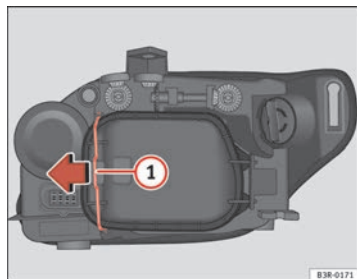

Fig. 210 Luz de cruce
Aunque no es necesario, extraer previamente la tapa rígida ⇒ página 286, fig. 210, facilita el cambio de la lámpara de dirección. ■
- Desplace el tirante ⇒ fig. 210 ① en el sentido de la flecha y saque la tapa rígida separando primero el lado del tirante y sacando después las dos pestañas del extremo contrario de la tapa.